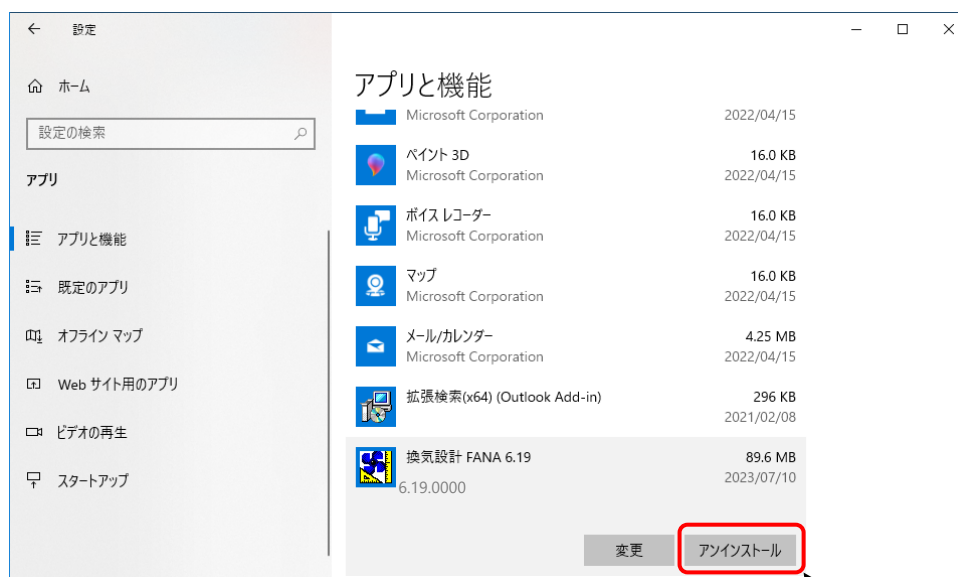

図 4
4. [アンインストール]ボタン(図 4-①)をクリックします。